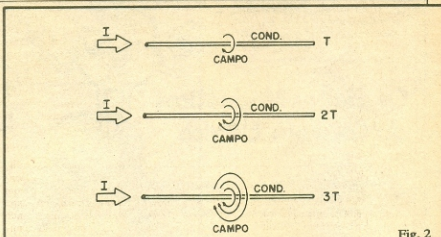

Fig. 2
**FIG. 2** - É também importante ficar claro que, uma vez estabelecida a corrente no condutor, o tal campo magnético **não surge instantaneamente**, mas leva algum tempo (ainda que **muito curto**) para se formar completamente e atingir sua máxima intensidade. Desde o momento em que a corrente é aplicada ao condutor, até o instante em que o campo magnético se estabiliza na sua máxima intensidade, decorre portanto um tempo finito e mensurável ("medível", como diriam os altos escalões...). No diagrama, aplicada a corrente "I" ao condutor/fio, supondo que "T" é uma unidade arbitrária de tempo (pequeníssima...), decorrido "T" teremos "uma" linha de força, decorrido tempo equivalente a "2T" teremos "duas" linhas de força, e, decorrido tempo "3T" teremos o campo em sua arbitrária intensidade máxima e estável de "três" linhas de força... É lógico que estamos lidando e explicando as "coisas" com analogias e símbolos extremamente simplistas, mas em essência, as coisas acontecem assim...